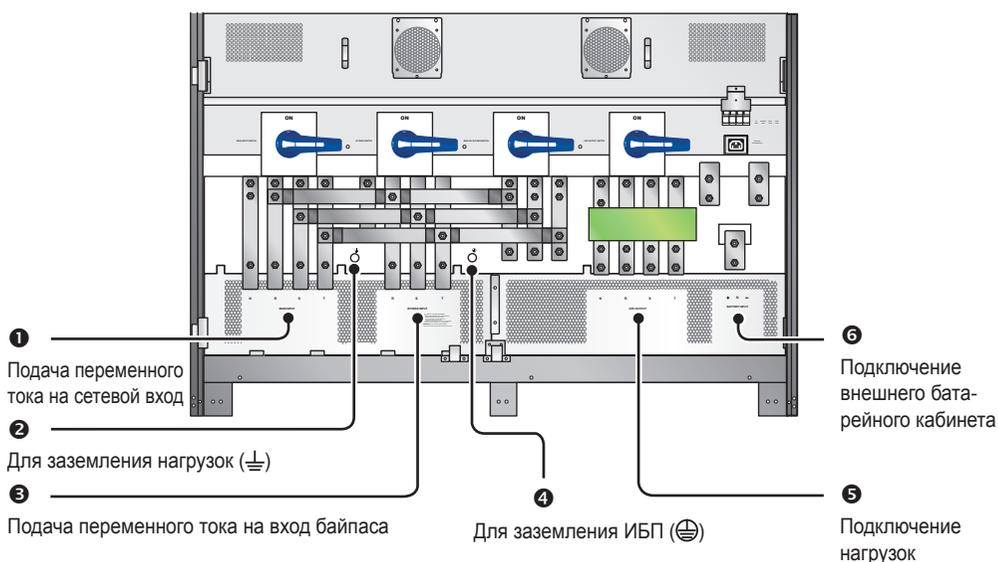

Рис. 5-11. Выводы ИБП
- 1 Откройте переднюю дверцу, снимите панель, закрывающую выводы ИБП, показанные на **Рис. 5-11**.